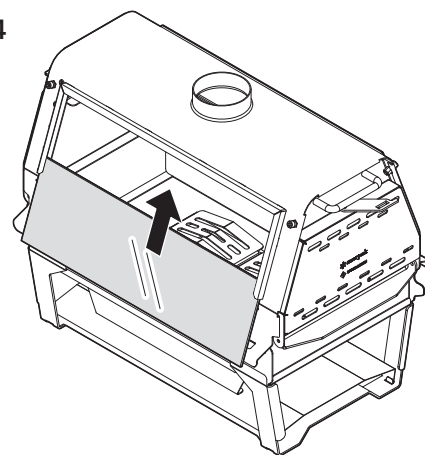

図 5
⑤ 手順①で外した固定ボルトとガラスフレームを再度しっかりと取り付けてください。(図5)